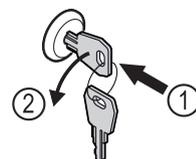

Fig. 159
- ▶ Insérer la clé. Fig. 159 (1)
- ▶ Tourner la clé à 90° dans le sens antihoraire. Fig. 159 (2)